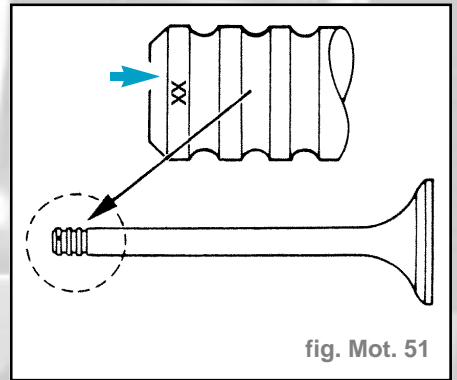

fig. Mot. 51
- Disposition de la marque d'identification de la soupape (fig Mot. 51).